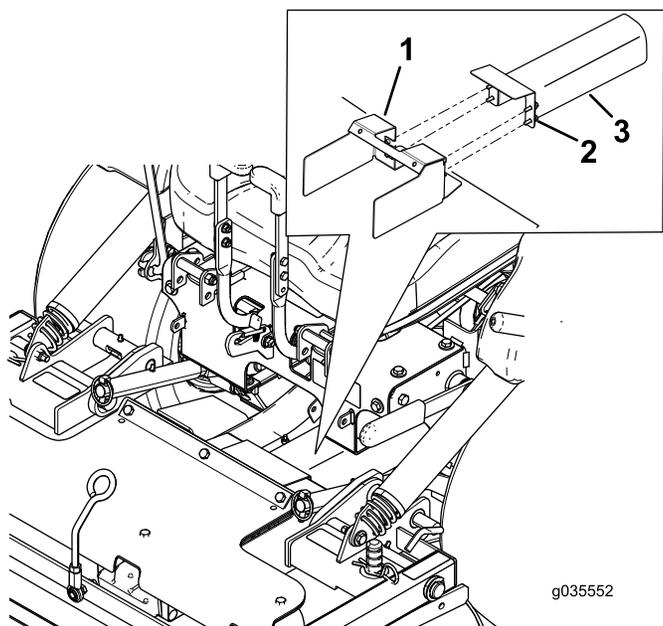

Figura 9
5. Desaperte os parafusos e remova as proteções metálicas como se mostra na Figura 9.
2. Instale as proteções metálicas e os parafusos como se mostra na Figura 9.